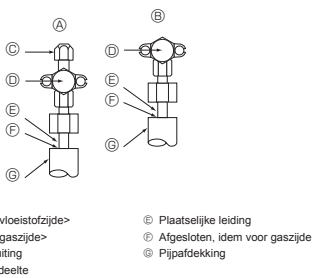

Fig. 4-4
4.4. Lucht Dichtheid van de koelstofpijpen testen (Fig. 4-4)